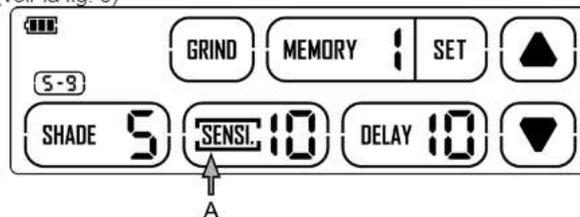

fig. 6
Appuyer sur la touche « SENSI » sur l'écran pour régler la sensibilité (voir la fig. 6-A). Appuyer sur les touches « ▲ » et « ▼ » pour rendre le verre plus ou moins sensible à l'arc lumineux, selon le processus de soudage. Le degré de sensibilité 5-10 correspond au réglage standard pour une utilisation classique. Les sensibilités disponibles pour chaque mode sont les suivantes :
**Mode soudage (degré d'opacification 5 à 9) / Mode coupage (degré d'opacification 9 à 13)** – Sensibilité 0 à 10 (voir la fig. 6)